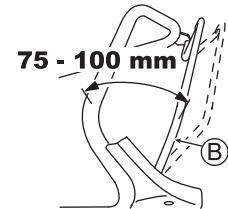

Abb. 32
Nehmen Sie die Einstellung so vor, dass die Maschine läuft (die Kupplung einrastet), wenn der Abstand zwischen dem Kupplungshebel (B) und dem Griff, wie in **Abb. 32** dargestellt, 75 - 100 mm beträgt.